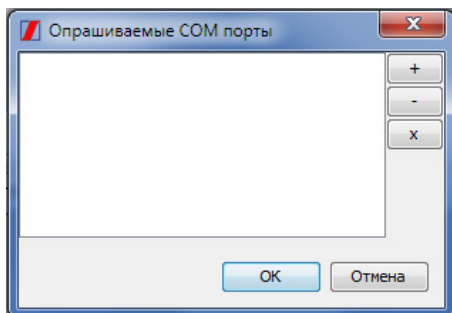
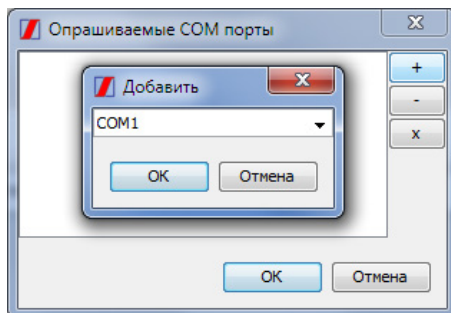

Рисунок 7. Окно добавления COM-порта
Рисунок 8. Выбор COM-порта из списка
3. При первом запуске ПО Shtyl Device Manager в окне добавления COM-порта нажать «+» (**рисунок 7**), после чего выбрать COM-порт из открывшегося списка (**рисунок 8**).